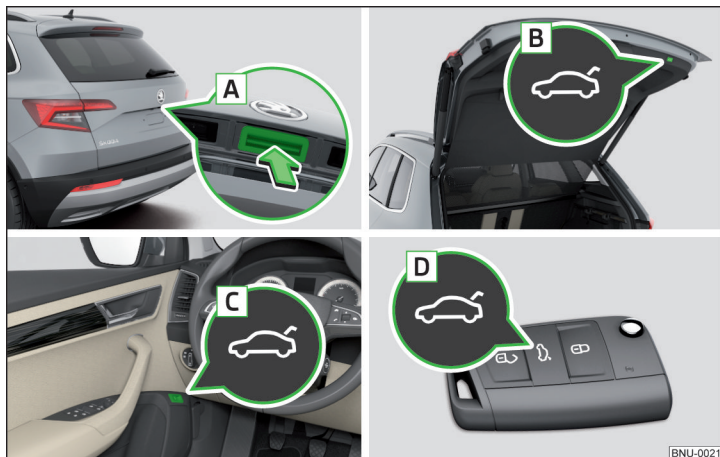

Fig. 54 Manejo de la tapa
- ▶ Presionando el tirador **A** » fig. 54.
- ▶ Presionando la tecla **B** » fig. 54.
- Se desactiva la tecla **A** » fig. 54 cuando se arranca o a partir de una velocidad de más de 5 km/h. Después de parar el vehículo y abrir una puerta se volverá a activar la tecla.
- Mantener pulsada la tecla **B** » fig. 54 de la pág. 67 hasta que suene una señal acústica.
Pulse el tirador A » fig. 54 de la pág. 67 y tire la tapa hacia arriba